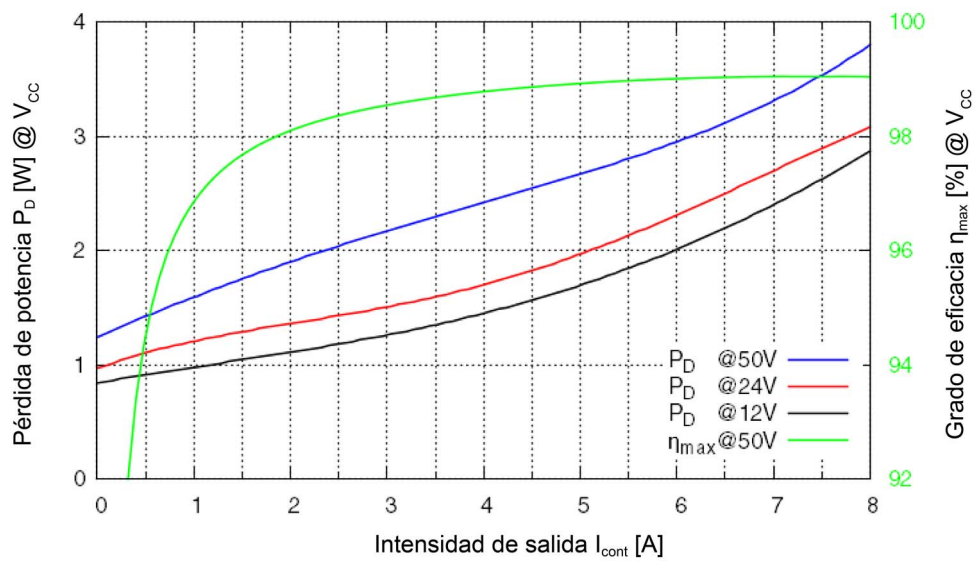

Figura 2-1 Pérdidas de potencia y rendimiento
Rango ampliado ^{*1)}	Module 50/8: +45...+85 °C Module 50/8 HE: +65...+92 °C Derating → Figura 2-1
2) →Figura 2-1